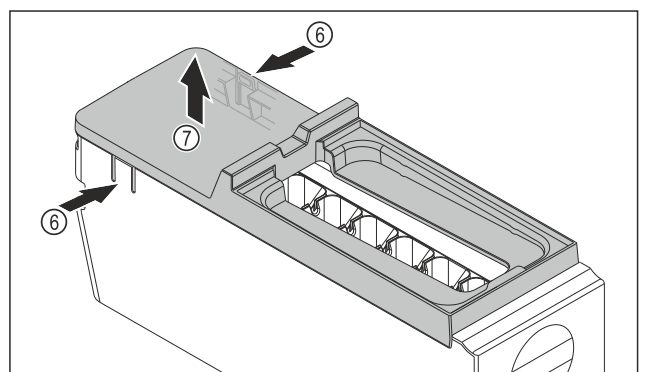

Fig. 113
- ▶ EasyTwist-Ice-rungon kannen poistaminen: Paina kielekkeitä Fig. 113 (6) EasyTwist-Ice-rungon molemmilla puolilla.
- ▶ Ota kansi Fig. 113 (7) toisella kädellä ylöspäin pois.